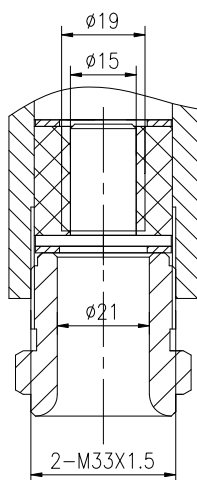
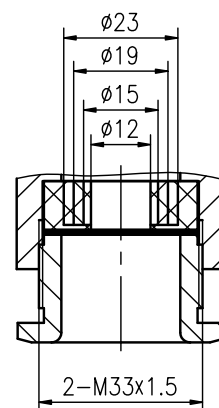

图 16 电缆引入装置 (防爆专用)
图 17 电缆引入装置 (非防爆)
5. 防爆型专用电缆引入装置见图 16,对于非防爆型为 2-M33X1.5。
Entrance of cable for flame-proof model, see Fig.16. Entrance size for other models,see Fig.17.
Fig.16 entrance of cable (flame-proof)
Fig.17 entrance of cable (other)